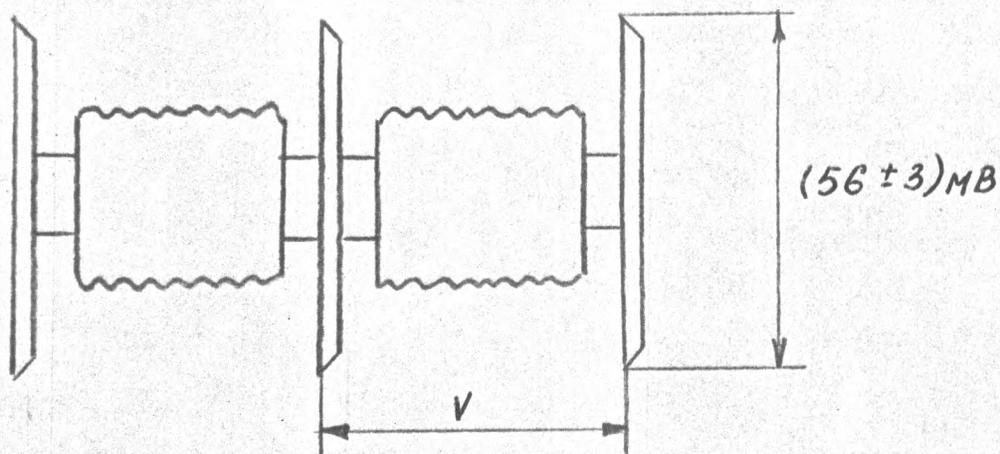

РИС. 7.17
7.6.17.2. ПОДКЛЮЧИТЕ ОСЦИЛЛОГРАФ С1-81 К К.Т.А6-X1, ПРИ ЭТОМ "ОБЩИЙ" ПРОВОД ОСЦИЛЛОГРАФА ПОДКЛЮЧИТЕ К К.Т.А6-X2, ОТКЛЮЧИТЕ ТОК ЗАПИСИ СИГНАЛА ЯРКОСТИ, ДЛЯ ЧЕГО СОЕДИНИТЕ К.Т.А3-X12 ПЕРЕМЫЧКОЙ С "ОБЩИМ" ПРОВОДОМ, И РЕЗИСТОРОМ А3-R85 УСТАНОВИТЕ НАПРЯЖЕНИЕ ЗАПИСИ СИГНАЛА ЦВЕТНОСТИ  $(56 \pm 3) \text{ мВ}$ , ЧТО СООТВЕТСТВУЕТ ТОКУ ЗАПИСИ СИГНАЛА ЦВЕТНОСТИ  $(5,6 \pm 0,3) \text{ мА}$  (РИС.7.17).